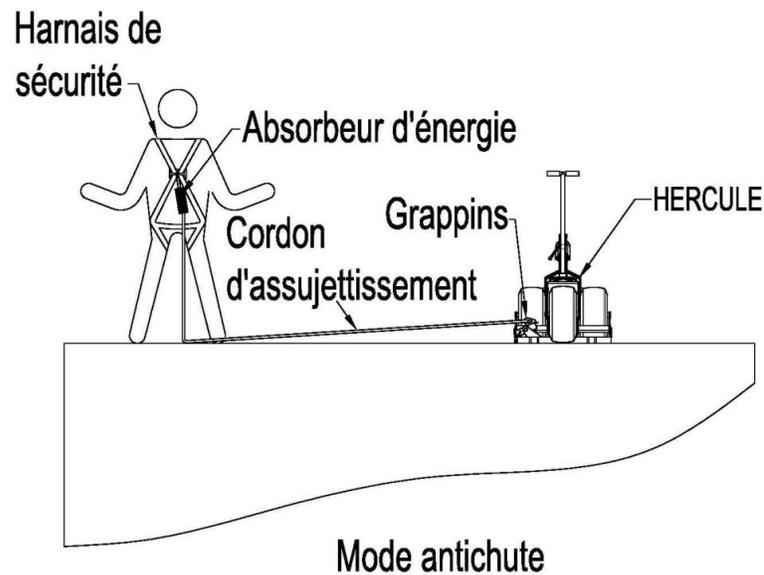

Figure 3
**NOTE:** L'utilisateur doit installer des coussins de protection sur toutes les arêtes vives pour éviter d'endommager les lignes de vie ou les langes verticales. (Voir Figure 3 à la page suivante)